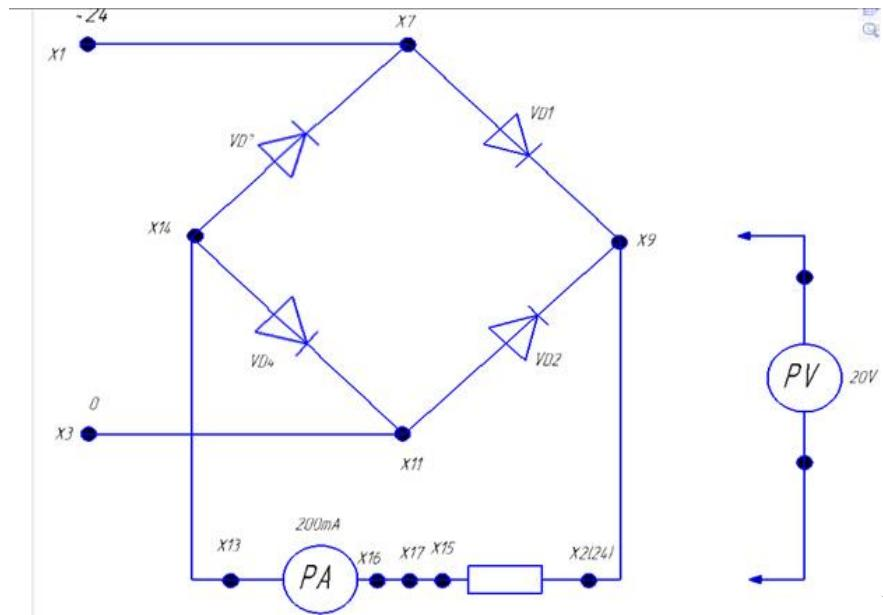

Рис.3
**4.1.** Собрать схему мостового выпрямителя с нагрузкой R2( без подсоединения к клеммам вторичной обмотки трансформатора) и измерительными приборами согласно рис. 3